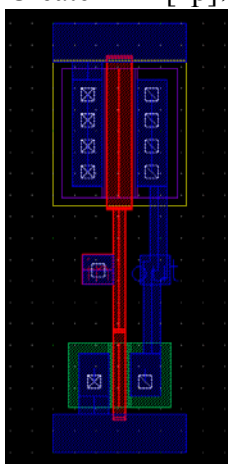

图 9.3 Inverter 版图
- ④ 仔细检查最终版图如图 9.3 所示, 核对无误后选择 Design→Save 存档, 关闭设计窗口。